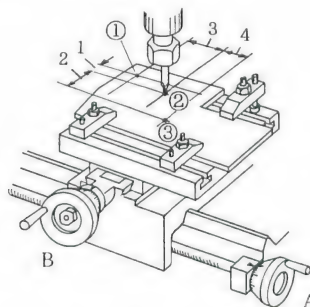

図8-20
図8-20のようにします。ミーリングアタッチメントにセンタードリルをつけます。ゲージになる板を横送り台に固定しますが、板の一边を基準に寸法を出すのが普通ですから、その辺を手前にセットしてこれにダイヤルゲージをあて、縦送りハンドルAを動かしても振れなくなるまで板の位置を調整して固定します。この辺にドリルの先端を合わせてから最初の穴①まで横送りハンドルBの目盛で送り、案内穴をあけます。ここで忘れずに送りハンドルA、Bの目盛をゼロに合わせます。ハンドルBで1だけ動かし、縦送りハンドルAで3だけ動かすと②の位置に来ますからふたたび穴をあけます。さらに2と4だけ動かして③をあけます。ボール